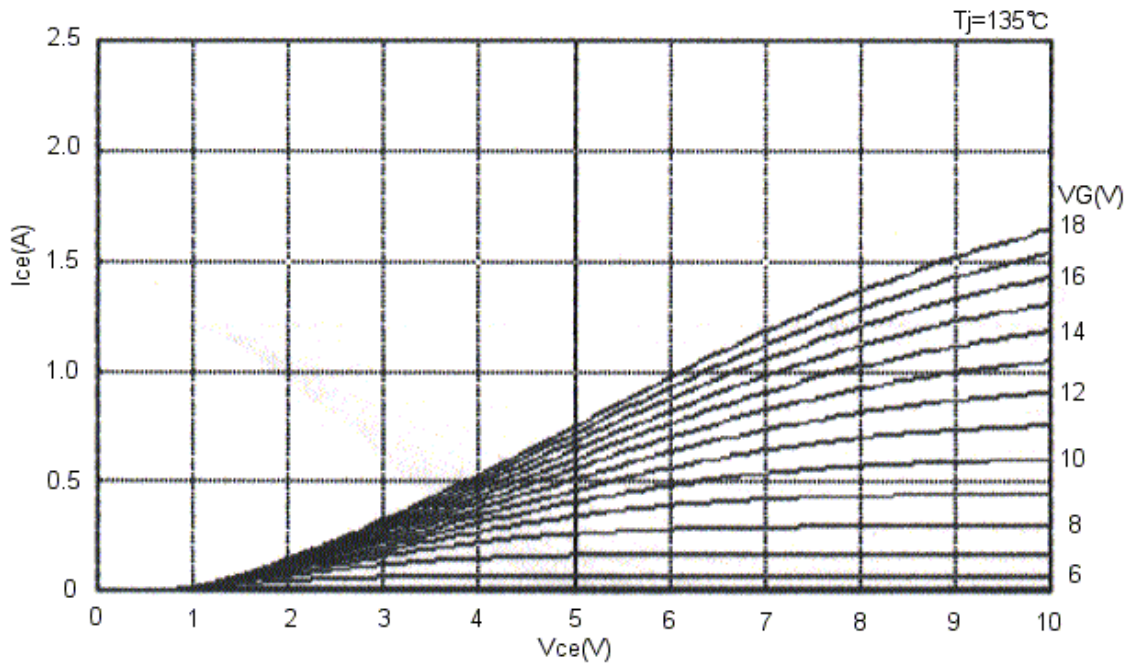
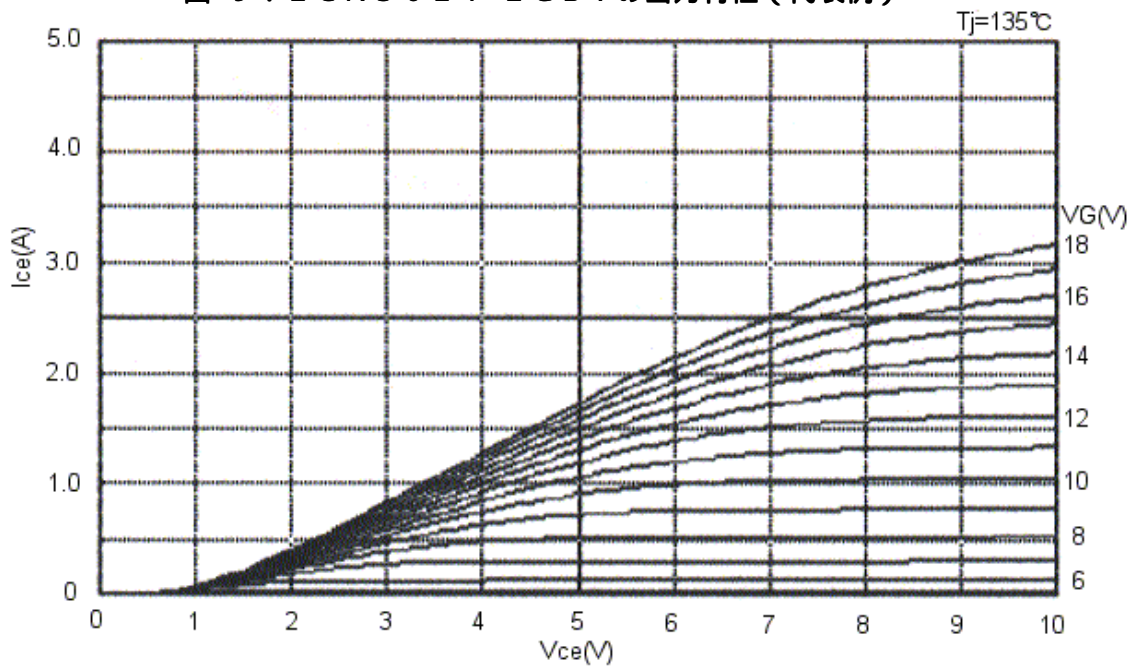

図 9 . ECN3021 IGBT の出力特性 (代表例)
図 10 . ECN3022 IGBT の出力特性 (代表例)
- ・電源シーケンスにおいて、IC破壊の危険性にある状態は、出力IGBTの電流能力低下にあります。出力IGBTのオンオフは、ゲート電圧によって制御されます。ゲート電圧は、下アームIGBTの場合Vcc電圧(VCC-GL間)が、上アームの場合C+の電圧(C+-MU,C+-MV,C+-MW間)が与えられます。図9にECN3021の、図10にECN3022の、IGBTの電圧-電流特性を示します。VGはゲート電圧です。